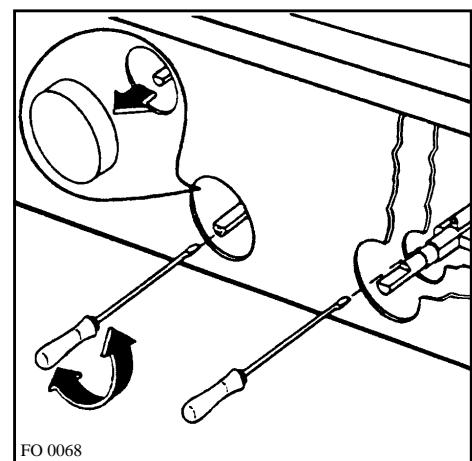

рис. 25
Для регулировки минимального уровня пламени поверните регулятор в положение минимального пламени, снимите рукоятку регулятора (рис. 25), а затем: в случае перехода с природного газа на сжиженный тую затяните регулировочный винт крана; при переходе от сжиженного газа к природному отпустите регулировочный винт примерно на четверть оборота до тех пор, пока пламя не достигнет нужного минимального уровня.
- при переходе с природного газа на сжиженный тую затяните регулировочный винт термостата (рис. 25);